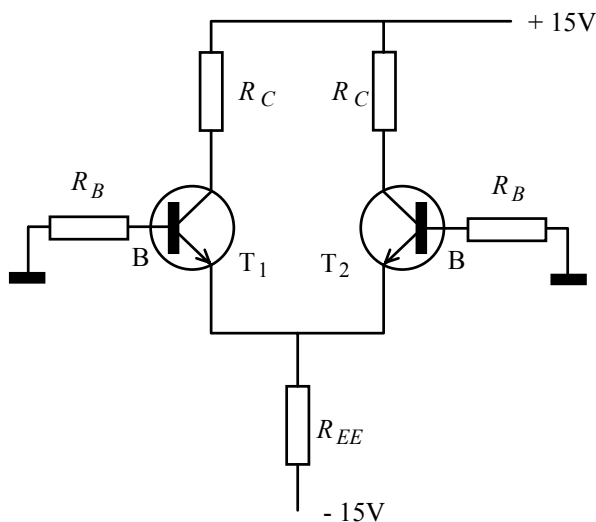

Fig. 1.31
**P 1.2.** Efectuați aceeași operație pentru circuitul din Fig. 1.31.